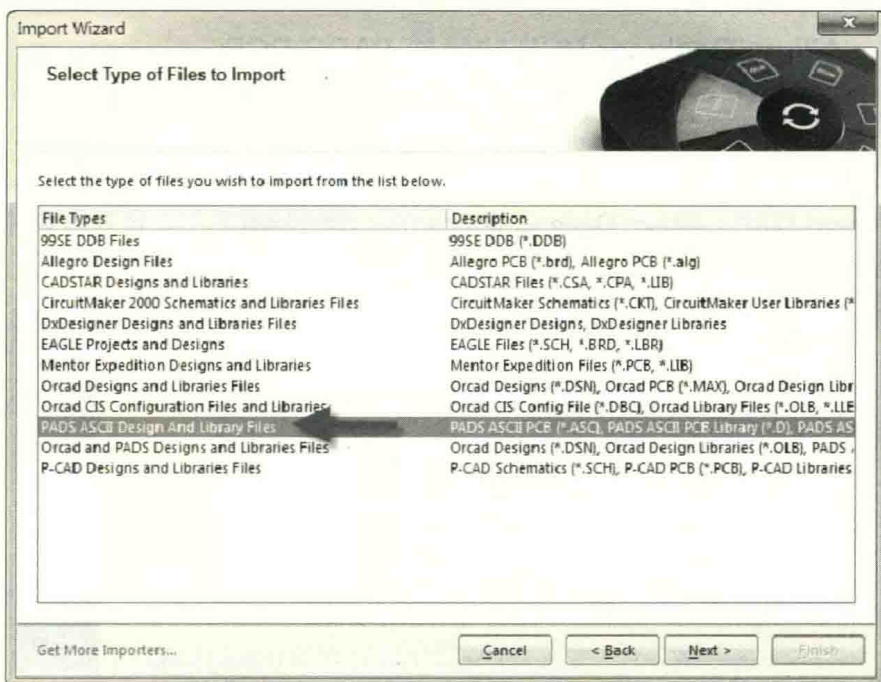

图 11-85 ASC 文件转换的添加
(3) 把保存好的 ASC 文件直接拖动到 Altium Designer 中，或者打开 Altium Designer，执行菜单命令“File-Import Wizard”，根据向导，选择“PADS ASCII Design And Library Files”导入选项，如图 11-85 所示。然后单击“Next”按钮，把需要转换的 ASC 文件加载进来，单击“Next”按钮，进行转换。